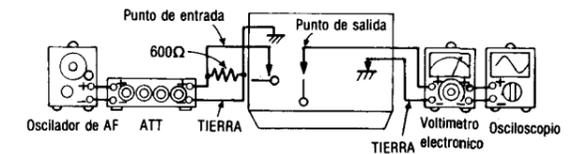

Fig. 6
1. La conexión del equipo de prueba se muestra en la Fig. 6, Conectar un hilo de puente de TP6.
5. Si no está dentro de la estándar, ajustar RV7 (CH-I) (RV8 (CH-D)) y repetir el paso (2), (3) y (4) hasta que la salida esté dentro de la estándar.